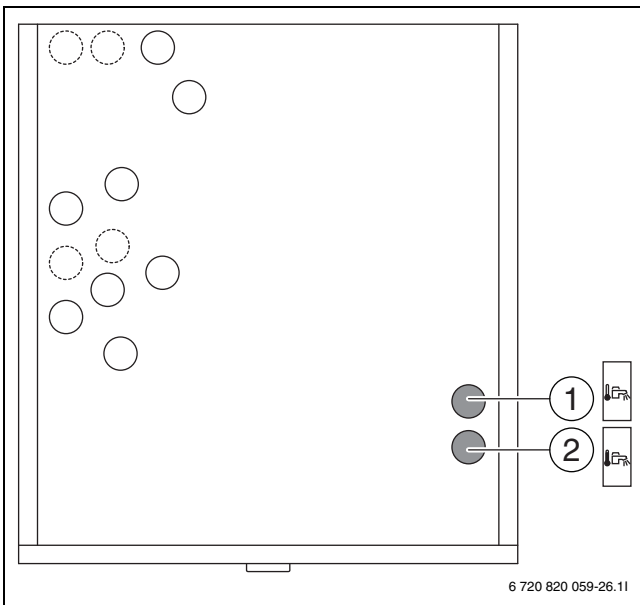

Bild 25 Wasseranschlüsse an der Wärmepumpe
- ▶ Kaltwasser an [1] anschließen (Abb. 25).
- ▶ Warmwasser an [2] anschließen (Abb. 25).